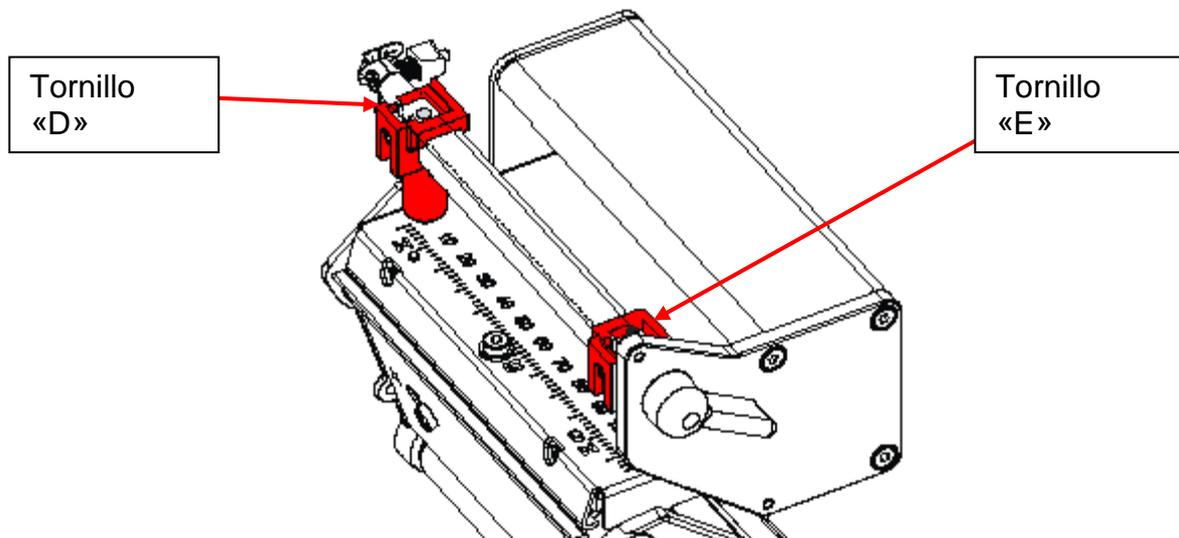

Imagen 8: ajuste de presión del cabezal de impresión.
4.1. Para ajustar la presión del cabezal de impresión, suelte los tornillos sin cabeza que fijan los cilindros de presión (consulte la imagen 3) y deslícelos hacia los límites izquierdo y derecho respectivamente, consulte la imagen 8. De este modo, se alinearán los orificios de ajuste de presión del cabezal de impresión en la barra de bloqueo.